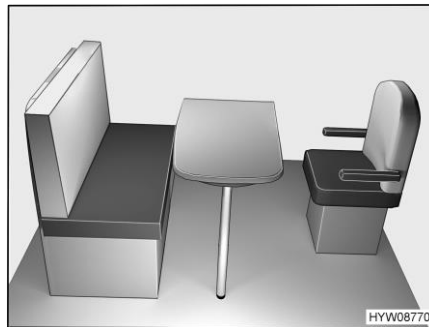

Fig. 70 Prima della trasformazione
- Ruotare il sedile del conducente verso il tavolo (Fig. 70).